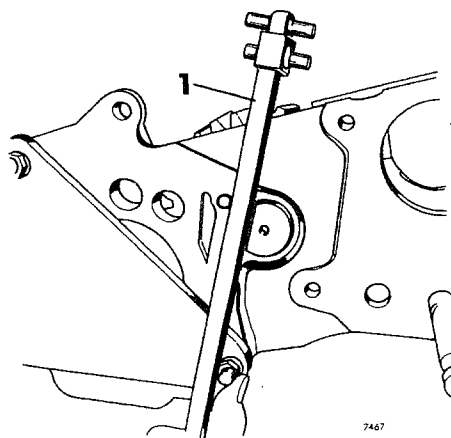

Fig 08-11. Mellanaxelns läge
3. Montera mellanaxeln i fördelningsväxellådan. Dra muttern i axeländen 120 Nm (87 lb. ft.). Kontrollera mellanaxelns spel som skall vara 0—+0,05 mm. Se till att mellanaxeln kommer rätt, se fig 08-11.